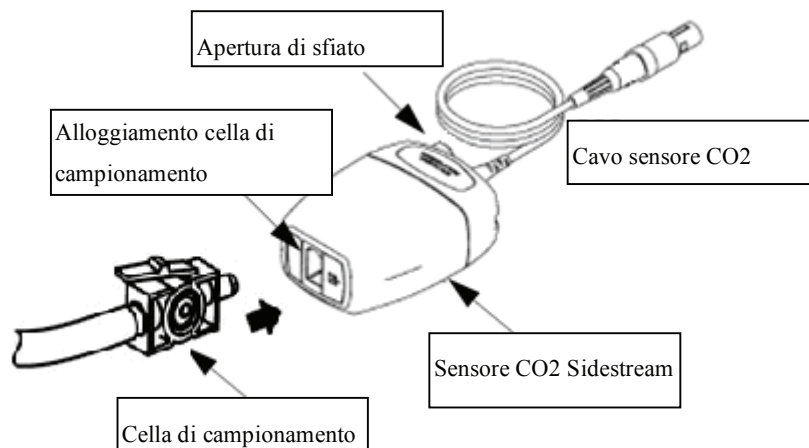

Figura 3.3 Illustrazione del collegamento del sensore CO₂ Sidestream
2. La cella di campionamento della cannula deve essere inserita nella presa per la cella di campionamento del sensore CO₂ come illustrato nella Figura 3.3. A inserimento correttamente eseguito, si udirà un "clic". Collegare quindi al tubo delle vie respiratorie. Dopo aver collegato il sensore, assicurarsi che l'ingresso dell'aria sia esposto all'aria dell'ambiente e lontano da tutte le sorgenti di CO₂, incluso il ventilatore, il respiro del paziente e il proprio respiro. Accendere quindi l'interruttore CO₂ sulla schermata di impostazione CO₂ e attendere 2 minuti che il sensore si riscaldi.